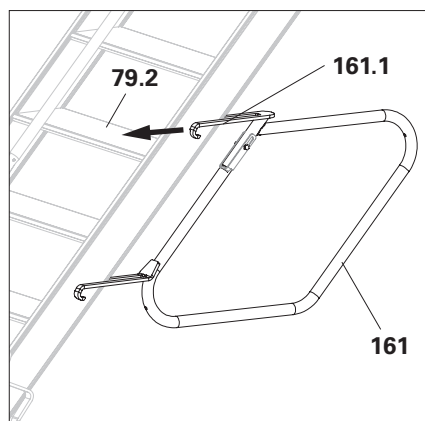

Fig. A8.07a
1. Fissare il parapetto scala dal lato posteriore della scala alla traversa della scala utilizzando gli agganci (**161**). (Fig. A8.07a)